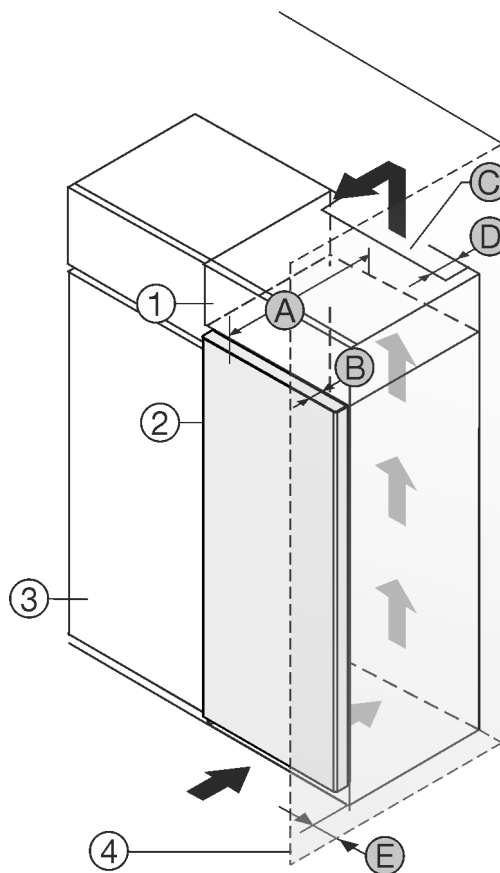

Fig. 1
- (1) Szafka nakładana\*
- (2) Urządzenie\*
- (3) Szafka kuchenna\*
- (4) Ściana\*
- (A) Głębokość urządzenia\*
- (B) Głębokość drzwi\*
- (C) Przekrój wentylacyjny\*
- (D) Odstęp tylnej ściany urządzenia\*
- (E) Odstęp od boku urządzenia\*
Urządzenie można ustawić bezpośrednio obok szafki kuchennej Fig. 1 (3)\*.
Na tylnej ścianie szafki nasadzonej wymagany jest wywiewny kanał wentylacyjny o głębokości Fig. 1 (D) na całej szerokości szafki.\*
Pod sufitem pomieszczenia należy zachować przekrój wentylacyjny Fig. 1 (C)\*.
Jeżeli urządzenie będzie ustawiane z zawiasami do ściany Fig. 1 (4), to pomiędzy urządzeniem i ścianą należy zachować minimalny odstęp, wynoszący 13 mm.\*
Jeżeli urządzenie będzie ustawiane z zawiasami do ściany *Fig. 1 (4)*, to pomiędzy urządzeniem i ścianą należy zachować minimalny odstęp, wynoszący 20 mm.\*
By móc całkowicie otworzyć drzwi, urządzenie musi wystawać przynajmniej o głębokość drzwi *Fig. 1 (B)* za front szafki kuchennej. W zależności od głębokości szafek kuchennych *Fig. 1 (3)* oraz od zastosowania elementów dystansowych urządzenie może wystawać jeszcze bardziej.\*